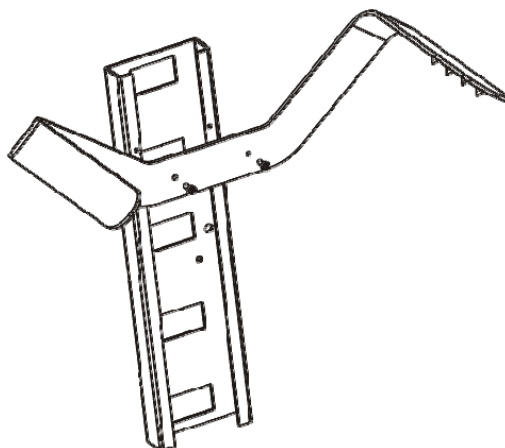

Рис. 4-10
1. При помощи винтов закрепите крепежную скобу (1) на кронштейне (5). См. рис. 4-10.